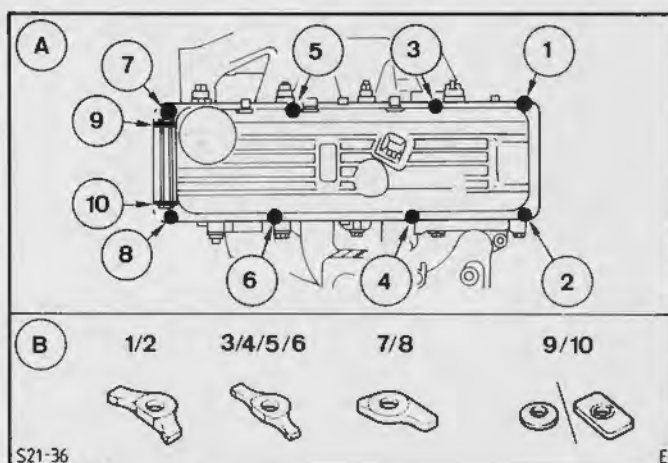

Fig.119. A - Ventildækselboltens tilspændingsrækkefølge
Bemærk: På vogne fra model-år september 1983 skal boltene monteres med en forstærkningsplade som vist i Fig. 119. Ved pkt. 9 og 10 skal der endvidere monteres en gummieret skive eller en gummieret forstærkningsplade.
10. Spænd ventildækselboltene med det specificerede moment i følgende fire trin, Fig.119: